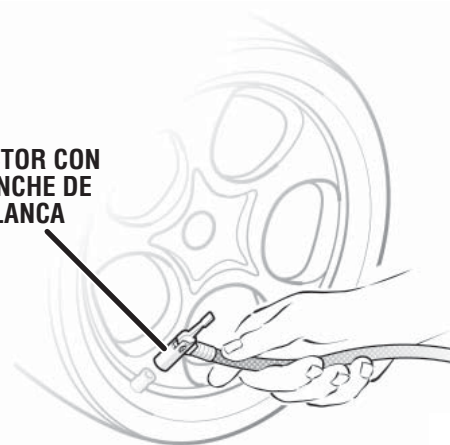
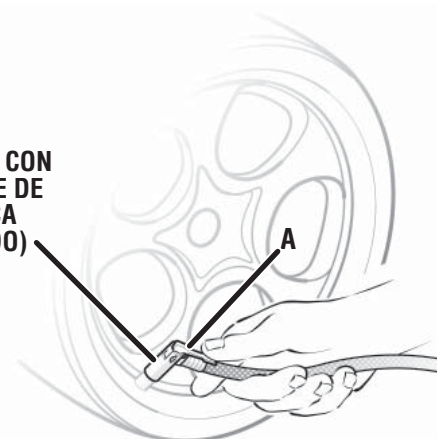

Fig. 9
Fig. 10
- Con la palanca del conector con enganche de palanca en posición de abierto (Fig. 9), colocar el conector en la válvula del neumático y doblar la palanca (A) hasta que el conector cierre firmemente la válvula del neumático (Fig. 10).